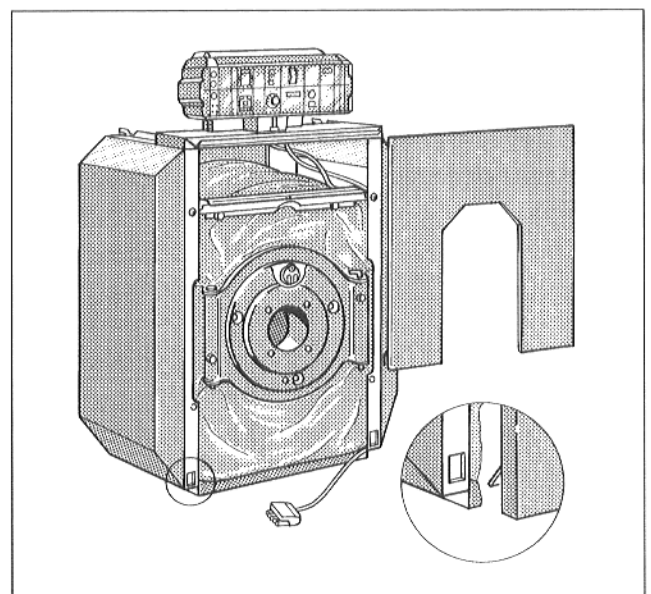

Abb. 20
- Untere Vorderwand von oben mit den beiden Haken unten in die Ausbrüche der Seitenwandabkantung und oben in die Traverse einhängen (Abb. 20).